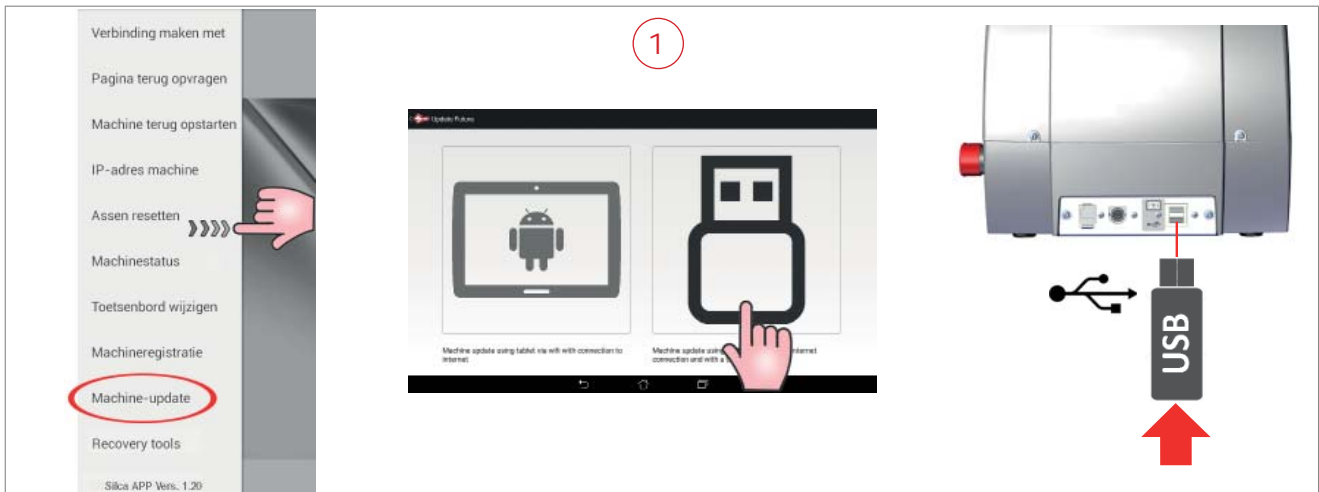

Fig. 11
- 1) Selecteer in het verborgen menu "Machine-update" en raak de afbeelding van de USB-PEN aan (Fig. 11). Steek de USB-PEN in de machine en volg de instructies op het scherm.